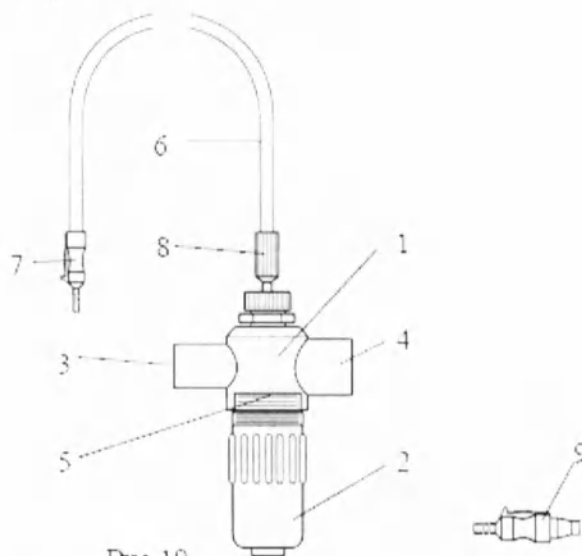

Рис.19
Небулайзер поставляется в комплекте с аппаратом - см. рис. 19. Возможна комплектация аппарата одноразовым небулайзером. В этом случае в комплекте с аппаратом поставляется наконечник с быстросъемной муфтой (9) для подключения одноразового небулайзера к источнику напорного O_2 – (см.9 - рис. 2).